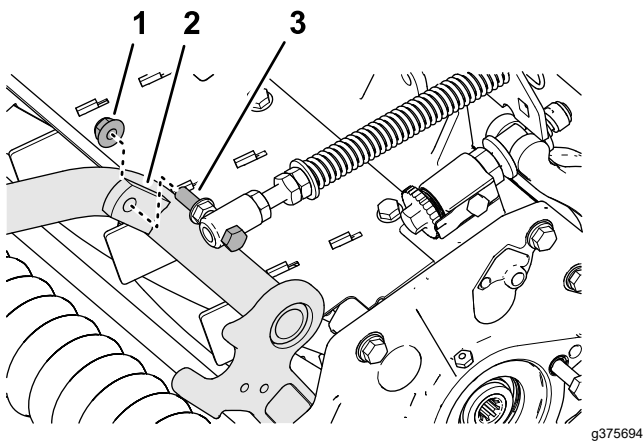

Figura 10
4. Monte el tornillo del muelle de compensación del césped en la pestaña derecha del bastidor de tiro (**Figura 10**) con la contratuerca con arandela prensada ($\frac{3}{8}$ ").